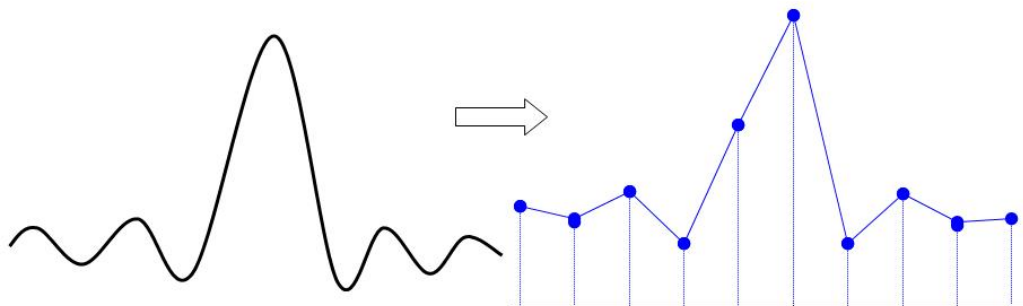

图 10-1
- **波形失真**：由于采样率低造成某些波形细节缺失，使示波器采样显示的波形与实际信号存在较大差异，如下图 10-1 所示。